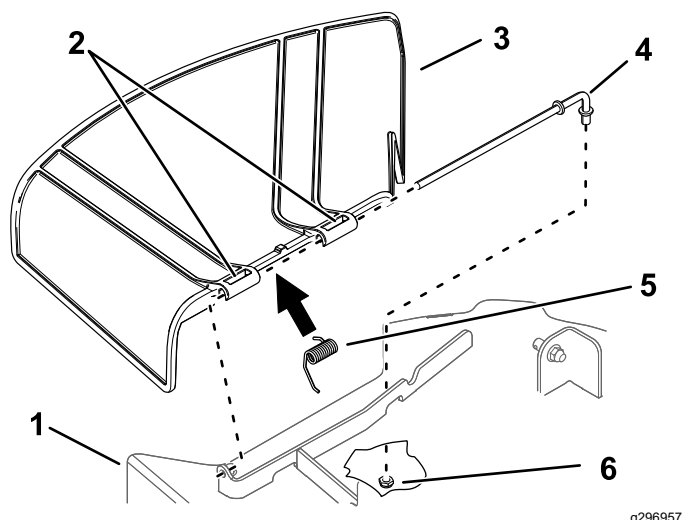

Figura 75
2. Glisați tijă în afară suportului punii, arcului și a deflectorului pentru iarba (Figura 75).
4. Montăi deflectorul pentru iarba nou (Figura 75).
7. Glisați tijă prin cel de-al doilea pivot al deflectorului pentru iarba (Figura 75).
9. Fixăți capătul din spate al tijei la mâina de tuns iarba cu o piuliță ($\frac{3}{8}$ ") aa cum se arată în Figura 75.
1. Îndepărtați piulița ($\frac{3}{8}$ ") de la tijă de sub mâina de tuns iarba (Figura 75).